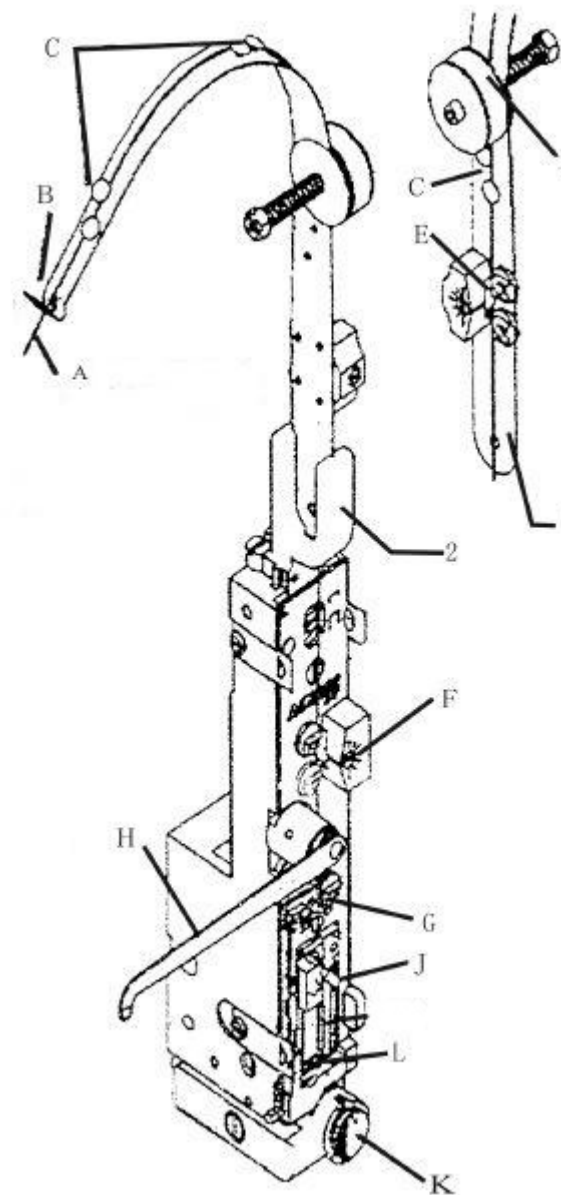

Рис. 1
Проволока с катушки (Рис. 1 - А) вставляется в щелевое отверстие (В) направляющей подачи проволоки (1), затем по ее поверхности проходит через:
- Узел выравнивания (D),
- Сквозное отверстие U-образного профиля (2),
- Между роликом давления (G) и подпружиненной пластиной (приопускается вниз вручную),
- В зажимном устройстве толкателя (J) (левая часть отклоняется за основание штока),
- И вставится в сквозное отверстие (L)
1. Требуется отключить машину от электропитания и ослабить винт «А» (Рис. 1);